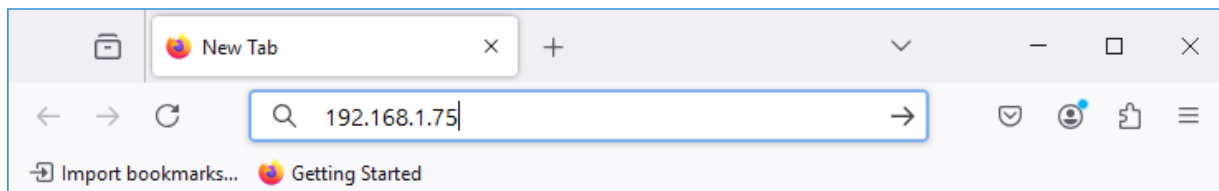

Рисунок 7 – Пример запуска web приложения
2.2.4.11 Введите полученный IP-адрес в строке поиска вашего браузера (например, вы получили адрес 192.168.1.75, см. Рисунок 7)